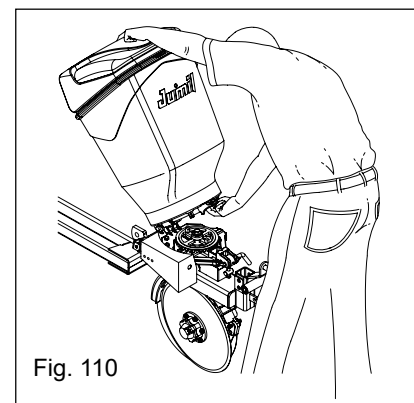

Fig. 110
- Retire o depósito, inclinando-o para frente e puxando-o para trás (Fig. 110).